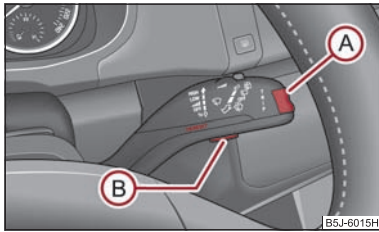

Abb. 21 Informationsdisplay: Bedienelemente
- **MAIN MENU (HAUPTMENÜ)** aktivieren Sie durch Drücken der Wipptaste (A) ⇒ Abb. 21 länger als 1 Sekunde.
- Über die Wipptaste (A) können Sie einzelne Menüpunkte wählen. Nach kurzem Antippen der Taste (B) wird die gewählte Information angezeigt.